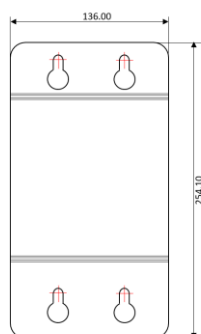

Figure 1
2. Fixez le gabarit de montage sur le mur et percez 4 trous d'un diamètre de 8mm dans le mur selon le modèle de montage (Figure 1). Utiliser des boulons d'expansion pour soutenir l'unité de contrôle.